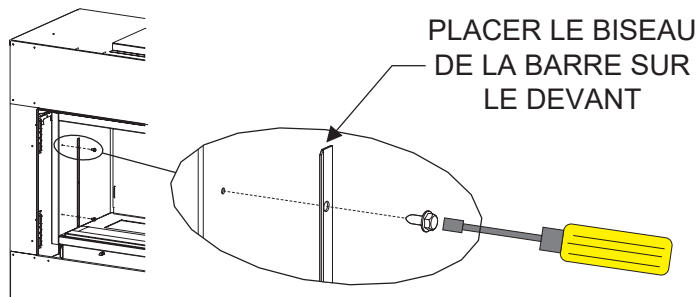

Figure 1
5. À l'aide de deux vis 5/16 X 1/2 po, fixer les deux supports de retenue des panneaux sur la partie interne avant des côtés du foyer. Positionner ces supports en plaçant leurs bords biseautés vers l'avant. **Voir Figures 1 et 2.**